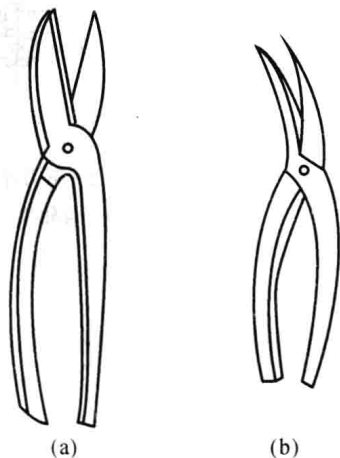

图 1.7 手剪刀
(1)如图 1.7(a)所示,直口剪——剪切刃为直线,用于剪切直线轮廓的板料,可剪切铝板厚度为 1.5 mm 左右,钢板厚度为 1.0 mm 左右。
(2)如图 1.7(b)所示,曲口剪——剪切刃为曲线,用于剪切曲线轮廓板料零件,可剪切铝板厚度为 2.0 mm 左右,钢板厚度为 0.8 mm 左右。